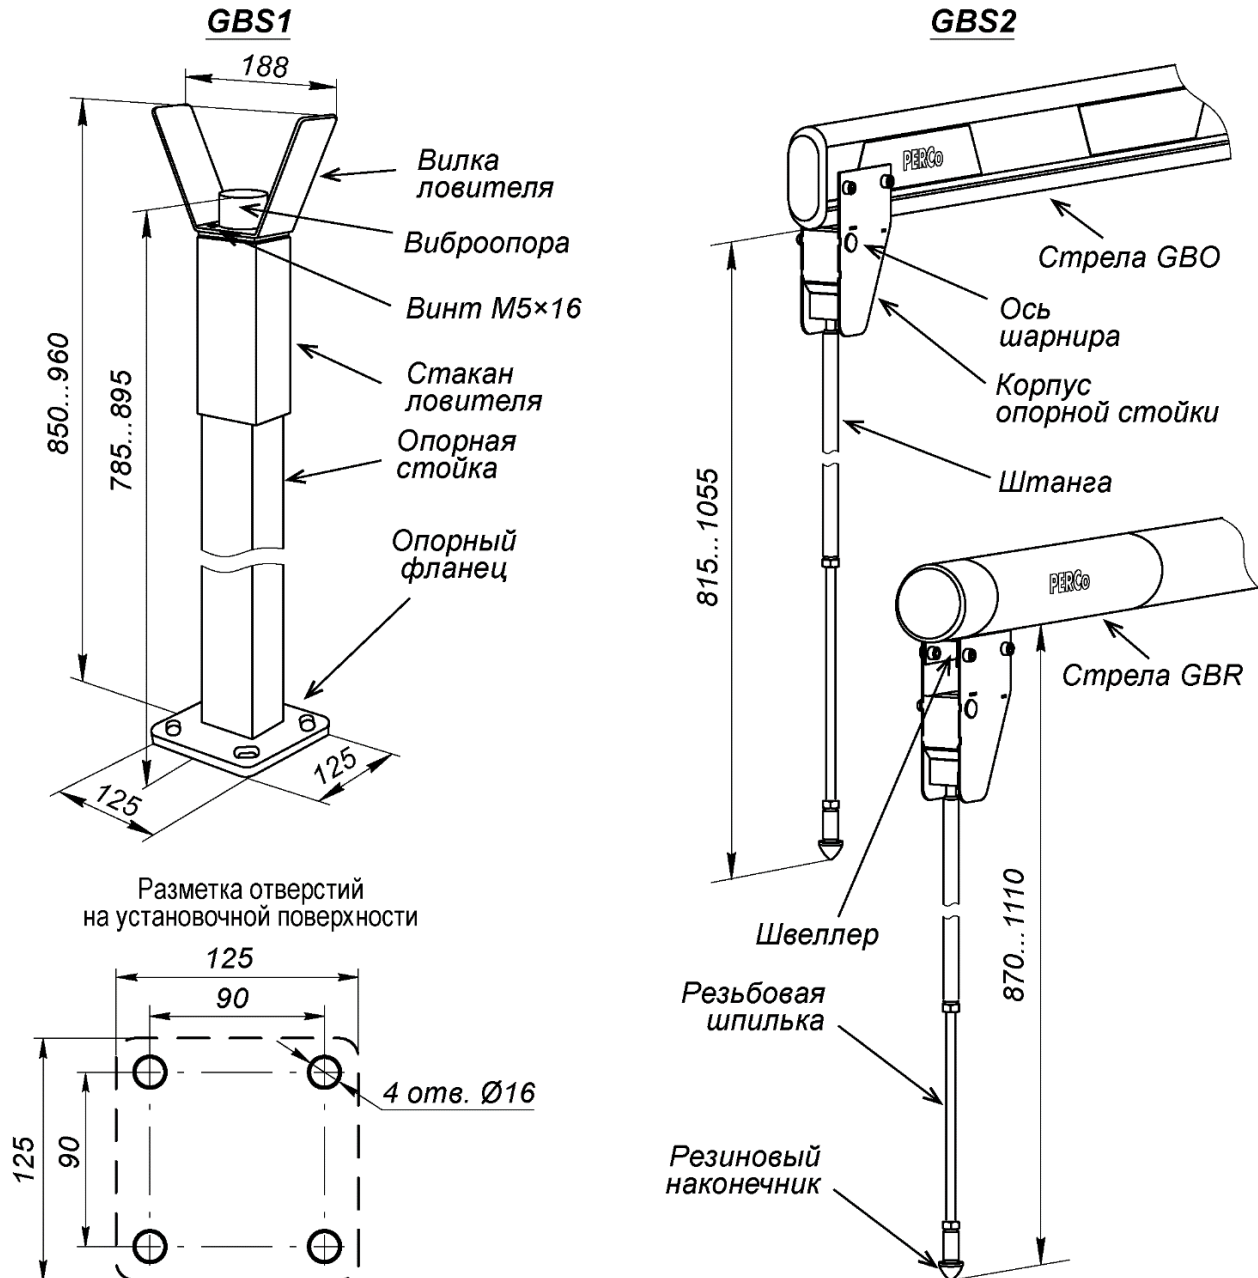

Рисунок 16. Внешний вид опорных стоек **PERCo-GBS1** и **PERCo-GBS2**
Опорная стойка **PERCo-GBS1** состоит из стойки прямоугольного сечения с опорным фланцем и ловителя стрелы (см. рис. 16).
1. Выполните в установочной поверхности отверстия в соответствии с разметкой (см. рис. 16). Ось опорной стойки должна совпадать с продольной осью стрелы шлагбаума
Вместо стационарной стойки **PERCo-GBS1** можно использовать подвесную опорную стойку **PERCo-GBS2**, которая крепится непосредственно на стреле шлагбаума (см. рис. 16). В вертикальном положении стрелы подвесная стойка складывается под собственным весом. На круглой стреле **PERCo-GBR** необходимо предварительно закрепить на заклепках монтажный швеллер из комплекта поставки опорной стойки (см. Инструкцию по монтажу из комплекта подвесной стойки), на который затем монтируется корпус опорной стойки.